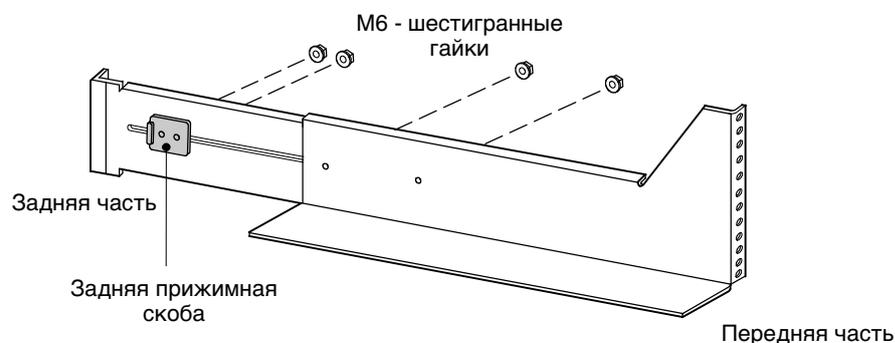
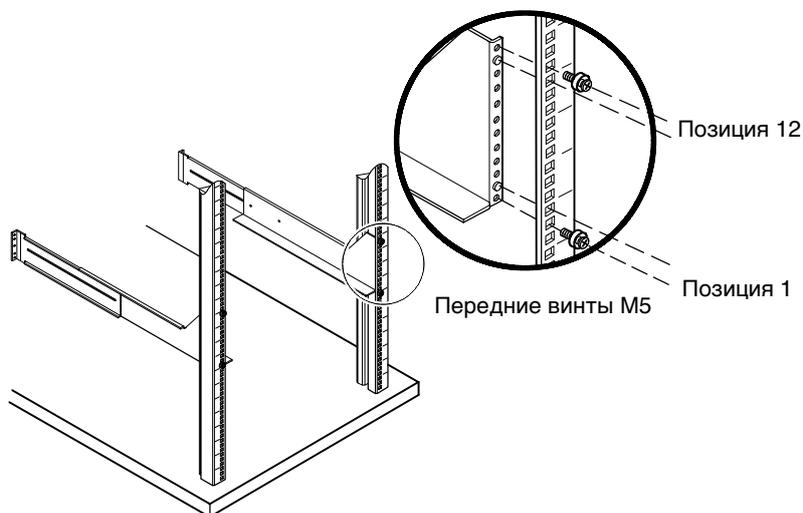

**Рисунок 17. Позиции винтов передней направляющей для ИБП**
Рисунок 19. Закрепление передней направляющей
1. Выберите нужные отверстия стойки для размещения ИБП в стойке (см. Рисунок 17).
3. При помощи двух машинных винтов М5 прикрепите направляющую к передней части стойки и затяните от руки (см. Рисунок 17 и Рисунок 19).